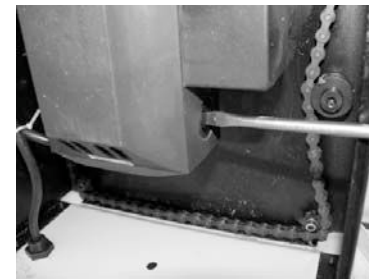

Рис. 19 (вид снизу)
16.4. Заменяйте угольные щетки, когда они изношены до 4,8 мм их длины, Рис.19. Щетки необходимо менять парами. Для безопасной и надежной работы машины помните, что ремонт, обслуживание и регулировка машины должны проводиться в сервисных центрах с использованием только оригинальных запасных частей и расходных материалов.